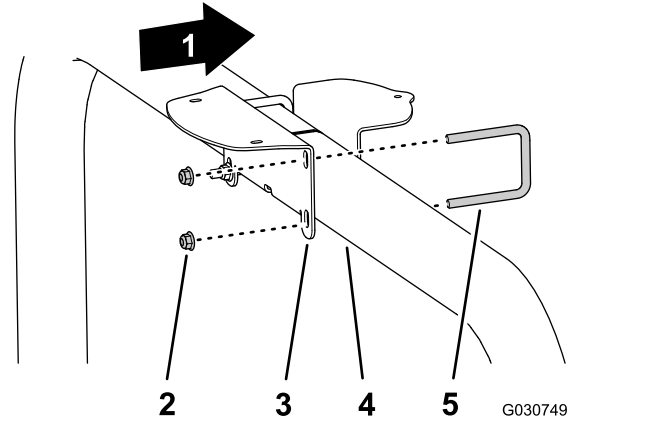

Figure 124
- Si votre machine est équipée d'un système mondial de navigation par satellite (GNSS) avec système de renforcement à couverture étendue (WAAS), montez le support du récepteur sur le tube du système ROPS (Figure 124) à l'aide de 2 étriers filetés et de 4 contre-écrous à embase ($\frac{3}{8}$ ").